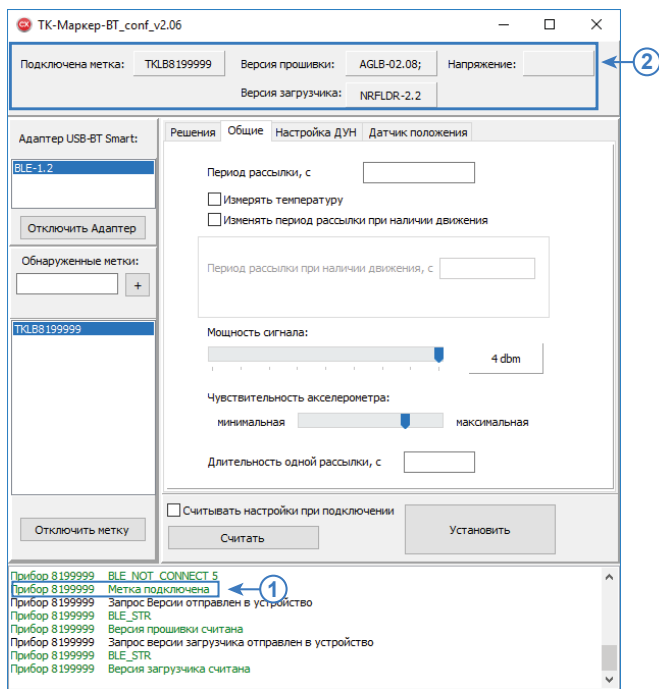

Рис.6. Подключена метка.
- после выполнения подключения в окне состояния появится сообщение «Метка подключена» (Рис.6, п.1), а в программе данные о метке (Рис.6, п.2) – ее серийный номер будет отображаться в поле «Подключена метка» (например: TKLB8100006), а также отобразятся версии прошивки и загрузчика подключенной метки.